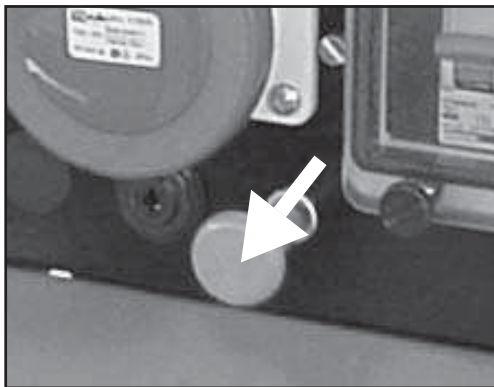

Fig. 8
3) Versie motor Ruggerini: Trek aan de knop op het bedieningspaneel (zie fig.8); wacht tot de motor volledig is gestopt; zet de sleutel weer in de stand "OFF".